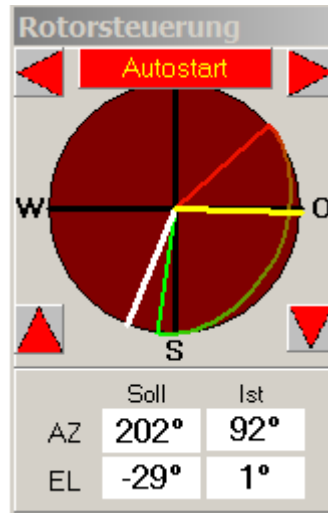

Abbildung 8
- In dem hier dargestellten Fall beträgt der „Überlappungswinkel“ zwischen dem Aufgangszeitpunkt (Azimut ~ 190°) und dem Antennenanschlag (180°) also ~ 10°. Würde die Antenne zum Startzeitpunkt auf 180° gestellt, dann ergäbe sich ein Fehlwinkel von 10°. Gestatten die Antennen auf Grund ihres Öffnungswinkels diesen Fehler ohne nennenswerten Verlust, dann würde es sich anbieten, diese Fehleinstellung zu tolerieren, denn während des 360° Schwenks der Antennen geht die Empfangsfeldstärke sicher deutlich stärker nach unten. Es empfiehlt sich also zu überlegen, welchen Überlappungswinkel man maximal zulassen kann, um einen Schwenk der Azimutantenne zu umgehen. Wird dieser Winkel z.B. mit 15° bestimmt (sicher für durchschnittliche Antennen nicht zu hoch gewählt), dann sollte dieser Wert im Parameterblatt von HalloSat unter „Überlappungswinkel“ eingetragen werden (s. Abbildung 3). Das hat dann zur Folge, dass HalloSat bei der Rotorsteuerung diesen Wert als Fehlwinkel zulässt, um einen 360° Schwenk zu vermeiden. Es wird jetzt eine Anzeige wie in Abbildung 8 erfolgen.
- Es gibt auch Rotore, die einen Drehwinkel von -180° bis z.B. +270° haben, also mehr als 360°, in diesem Beispiel 450° zulassen. HalloSat wird alle diese Varianten berücksichtigen und eine optimierte Steuerungskurve berechnen. Auch die erlaubte Überlappung wird mit in die Berechnung einbezogen, so dass es bei Verwendung solcher Rotore immer seltener erforderlich wird, den Flipmode zu verwenden und es wird eine Steuerung gemäß Abbildung 8 angezeigt.